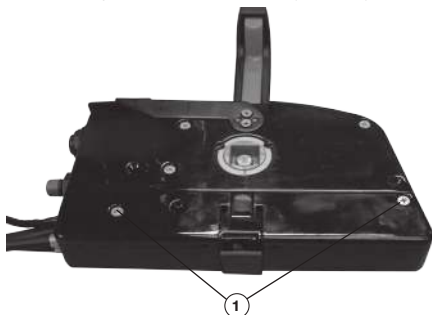

Рис. 11 Снятие нижней крышки блока дистанционного управления
1. Открутите два винта крепления и снимите нижнюю крышку блока дистанционного управления (Рис. 11).
3. Установите наконечники 5 тросов управления на оси рычагов привода тросов управления на блоке дистанционного управления (Рис. 11). Закрепите наконечники 5 на осях рычагов 2 и 3 стопорными кольцами 6 (Рис. 11).